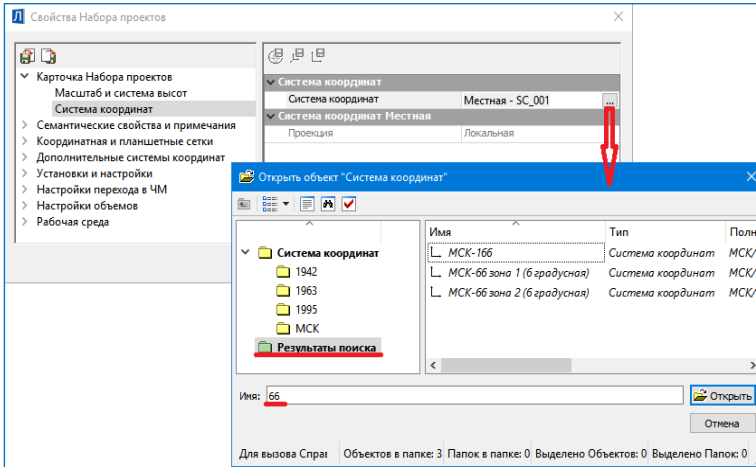

Рис. 3.15
3. **Систему координат (СК)** Набора проектов при необходимости можно заменить, выбирая её из перечня в диалоге **Открыть объект «Система координат»** (рис. 3.15).
Если требуется изменить параметры СК (датума, эллипсоида), то применяется команда **Установки/ Системы координат и веб-карты**. Она открывает редактор для корректировки и создания новых СК. Затем измененную СК можно выбрать в настройках СНП (рис. 3.15).